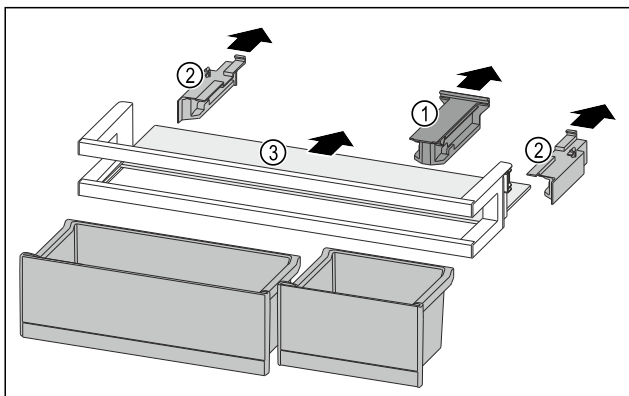

Fig. 230
- Hiqni pjesën mbajtëse Fig. 230 (1).
- Hiqni pjesët anësore Fig. 230 (2).
- Hiqni raftin mbajtës Fig. 230 (3).